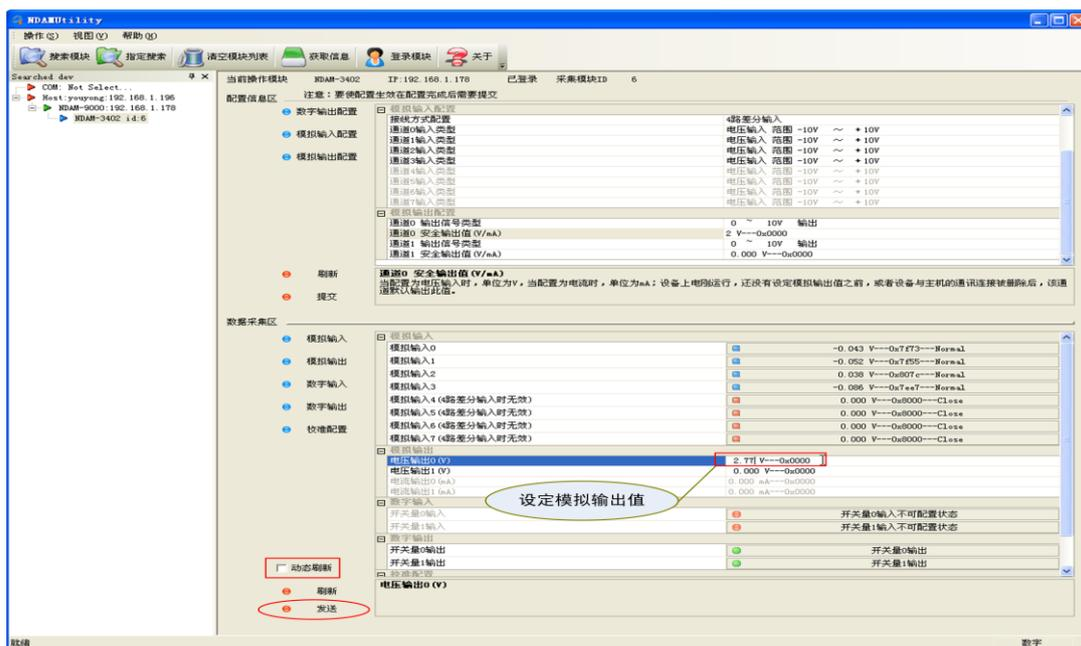

图 4.8 模拟量输出操作
- 7) 模拟输出操作：在模拟输出窗口处，设定模拟输出值，点“发送”完成输出，如图 4.8 所示。（注意：“动态刷新”图中红方框处不能选中，否则无法修改输出值）